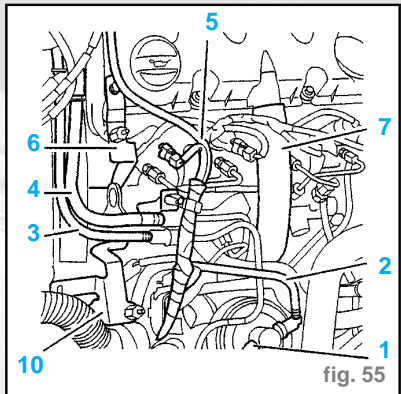

fig. 55
- Écarter le faisceau (5) (fig. 55).